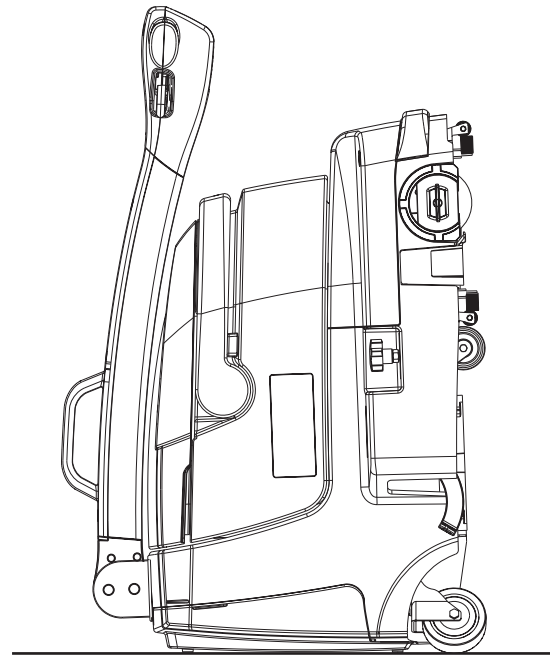

Abbildung 7
1. Das Gerät anhalten und ausschalten, dann die Bürsten-/Sauglippengruppe über das Pedal (10) anheben.
2. Die Tanks (13) entleeren.
3. Das Gerät wie in Abbildung 7 dargestellt abstellen. Zum Absenken des Schubbügels (1) den Hebel (8) drücken.